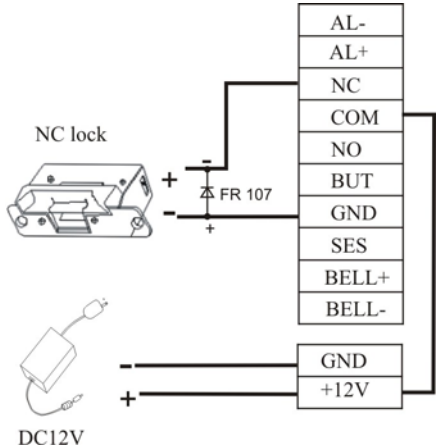

Imagen 1. Cerradura electrónica NC (obteniendo alimentación del dispositivo)
1. El dispositivo comparte alimentación con la cerradura electrónica como se muestra en la imagen 1 y 2
2. Instala el dispositivo al plato instalado en la pared. Deslízalo de arriba a abajo para situarlo sobre el soporte como aparece en la imagen 1